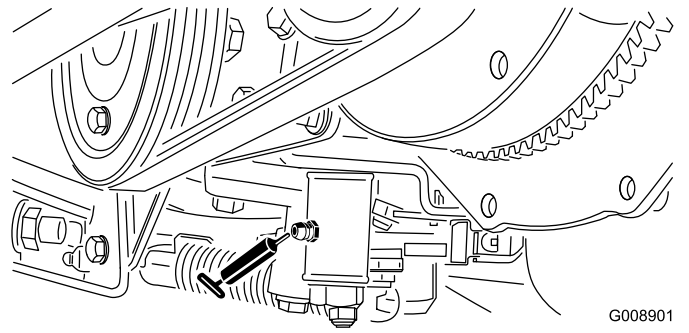

Figure 67
2. Soulevez l'arrière de la machine en plaçant un cric sous le moteur de la roue arrière (Figure 67).
- Mécanisme de réglage du point mort (Figure 67)